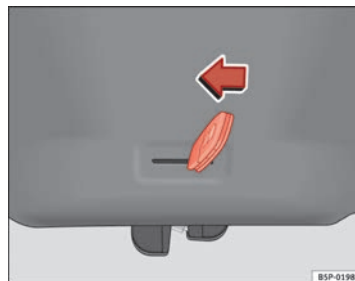
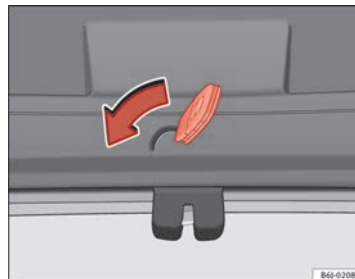

Fig. 50 IBIZA / IBIZA SC: Abertura de emergência da porta do porta-bagagens
Fig. 51 IBIZA ST: Abertura de emergência da porta do porta-bagagens ▶
- Introduza o palhetão da chave na ranhura e destranque o sistema de fecho, rodando a chave da direita para a esquerda, tal como indica a seta ⇒ Fig. 50, ⇒ Fig. 51. ■